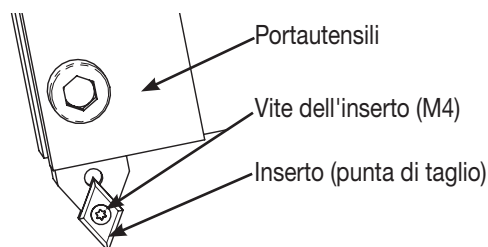

Figura 21: Inserto e supporto
2. Allentare le 4 viti a testa tonda sul carrello. In questo modo si allenta l'impugnatura della guida di scorrimento, in modo da facilitarne la rimozione dalle guide di scorrimento; vedere la figura 21.